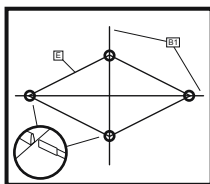

FIG1
1. Stendere la tenda interna (E) sul terreno. Tirare verso l'esterno i quattro angoli.
2. Spingere le aste (B1) interamente nei canali (FIG. 1)